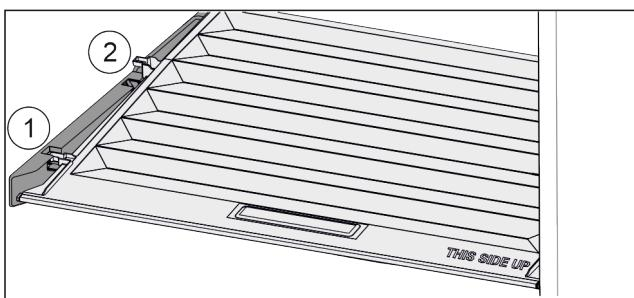

Fig. 137
- Кришку до отвору в деталях для підтримки потягнути вперед Fig. 137 (1).
- Підняти ззаду знизу та вийняти Fig. 137 (2) вгору.